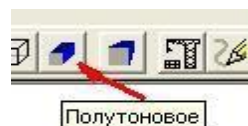

Рис. 8
13. На экране появиться проволочная модель параллелепипеда (каркас) (см. рис.8).
14. На панели управления выбрать ЛКМ кнопку «Полутоновое» (Рис.8);